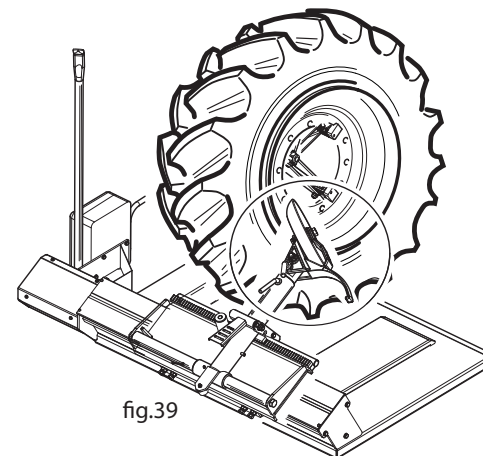

fig.39
N.B.: Durante l'operazione di sgonfiaggio del pneumatico sistemare l'utensile stallonatore davanti alla ruota (fig.39) evitando (così) eventuali danni provocati dallo sganciamento accidentale dell'anello di bloccaggio
N.B.: When deflating tyres position the bead breaking tool in front of the wheel (fig. 39) to avoid possible damage caused by the accidental slipping of the locking ring.
N.B. Pendant l'opération de dégonflage du pneu placer l'outil détalonneur devant la roue (Fig. 39) pour éviter les éventuels dommages provoqués par le décrochage accidentel de la bague de blocage.
Beachten Sie bitte: Während des Luftablassens das Wulstabdrückgerät vor dem Rad aufstellen (Abb. 39), um dabei eventuelle Beschädigungen zu vermeiden, die durch das unvorhergesehene Ablösen des Blockierings verursacht werden könnten.
N.B: Cuando se va a deshinchar el neumático, colocar el destalonador delante de la rueda (Fig. 39) evitando los eventuales daños procedentes del desenganche accidental del anillo de bloqueo.